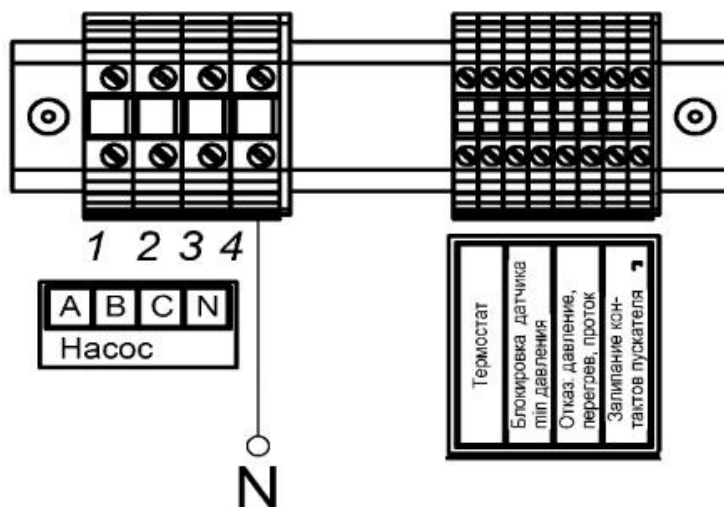

Рисунок 4. Группа клеммных колодок
5.14 Группа клеммных колодок (рис. 4) предназначена для подключения:
7.3.3.3 Подсоединить нулевой провод к разъёму “4” группы клеммных колодок сечением 4мм² (см. рис.4). Подсоединить нулевой провод к внешней нейтрали.
7.3.3.4 Выполнить трёхфазное подключение вспомогательного насоса к разъёмам “1”, “2”, “3” (см. рис.4).
7.3.3.5 При необходимости подключить внешний термостат и внешние реле к разъёмам клеммных колодок в соответствие с текстовыми аппликациями (см. рис.4).